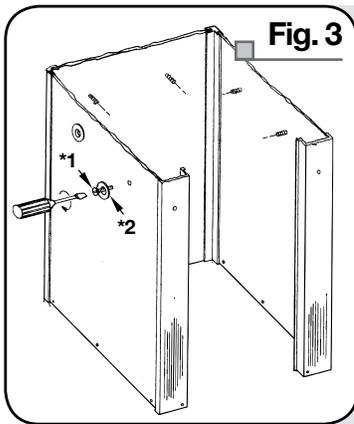

Fig. 3
3. Insert a 1/4" - 20 Flat Head Machine Screw through the hole in molded Safety Rail Washer. Note that there are two holes punched in the center of each panel. Screw the washer/screw assembly into each hole from outside as shown. Do not overtighten! (Fig. 3)
3. Inserte un tornillo de cabeza plana para máquina 1/4" - 20 en la arandela para la baranda de seguridad. Observe que hay dos orificios perforados en el centro de cada panel. Atornille el conjunto de arandela/tornillo en cada uno de los orificios desde afuera, como se muestra. ¡No apriete demasiado! (Fig. 3)
3. Insérez une vis à tête plate n° 20 de 1/4 po dans le trou de la rondelle de la rampe d'appui moulée. Serrez les 2 trous au centre de chaque panneau. Serrez une vis avec une rondelle dans chaque trou à partir de l'extérieur, comme dans la figure. Ne serrez pas trop ! (Fig. 3)